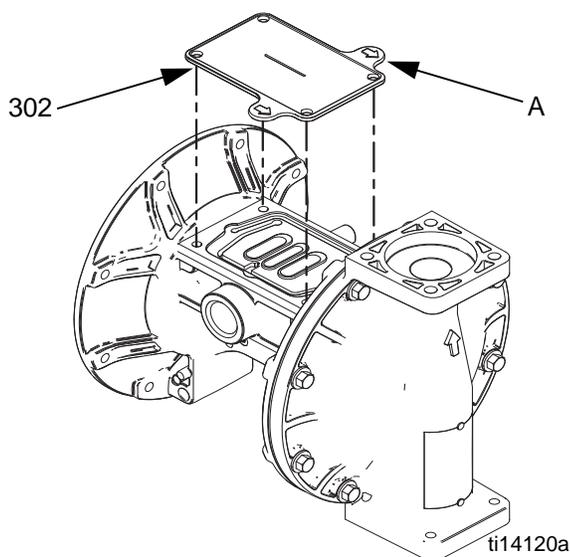

図 9. 液体カバーツール
- c. シャフト U カップ (106) およびダイアフラムシャフト (104) の全長および両端にグリースを塗ります。シャフトをハウジングにスライドさせます。
- f. 最初の液体カバー (3) を再度取り付けます。トルクの指示、18 ページを参照してください。
- a. 図 9 を参照してください。同梱ツール (302) をエアバルブガスケット (108) が通常ある場所に配置します。矢印 (A) が、すでに付いている液体カバーの方向に向いていなければいけません。